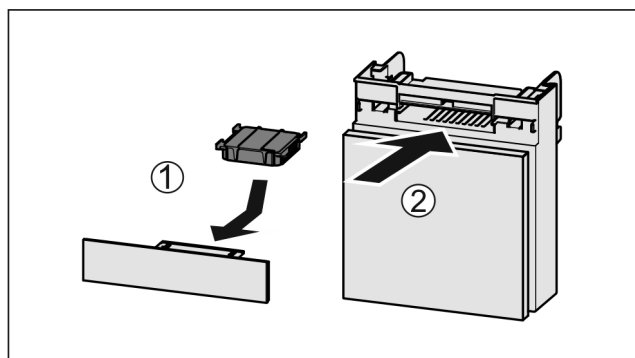

Fig. 203
- Inserire il vano Fig. 203 (2).